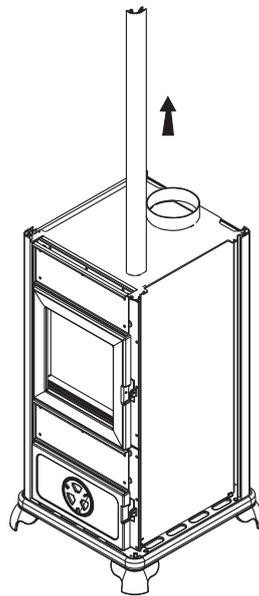

fig. 3
- sfilare il profilo anteriore dalla propria sede, sollevandolo, fig. 3.